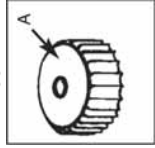

Fig. 12A
AVVERTENZA: Tenete pulita la valvola di sfogo (A) e il coperchio del serbatoio (fig. 12A).